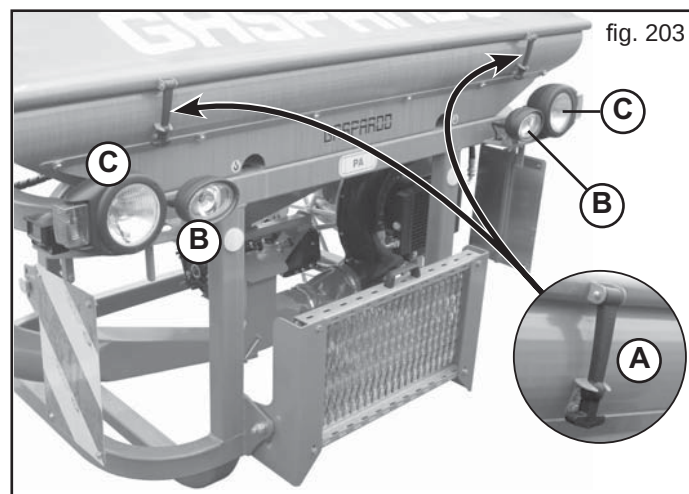

fig. 203
- 7) Effectuer les déplacements sur route avec tous les réservoirs et trémies vides, à une vitesse maximale de 25 km/h. Assurez-vous de la fixation du capôt avec la tringle d'attelage spécifique (A, Fig. 203). Vérifier de temps en temps l'état de la tringle et si nécessaire effectuer la substitution.
- 10) Lorsque les encombrements constitués par des équipements conduits ou semiconduits cachent la visibilité des dispositifs de signalisation et d'éclairage du tracteur, ceux-ci doivent être reproduits de façon adéquate sur les équipements, en respectant les normes du code de la route du pays en question. S'assurer que l'installation des phares fonctionne parfaitement lors de l'utilisation. Les déplacements routiers doivent être effectués avec l'éclairage (B, Fig. 203) Spenti. Régler l'inclinaison des feux (C, Fig. 203) dans le respect du code de la route de votre pays.